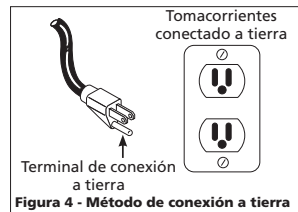

Figura 4 - Método de conexión a tierra
- Este producto está diseñado para circuitos nominales de 120 voltios y tiene un enchufe para conexión a tierra similar al de la Figura 4. Cerciórese de conectarlo a un tomacorrientes cuya configuración sea similar a la del enchufe. Este producto se debe conectar a tierra. En caso de que ocurra un cortocircuito, ésto evitaría el riesgo de choque eléctrico al ofrecerle un cable de desvío a la corriente eléctrica. Este producto tiene un cordón con un alambre y terminal de conexión a tierra. Debe conectarlo a un tomacorrientes que esté instalado adecuadamente según los códigos y ordenanzas locales.